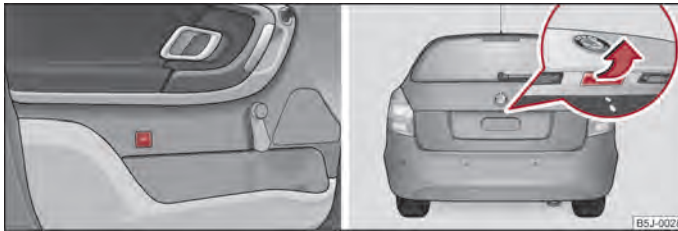

Abb. 15 Gepäckraumklappe entriegeln / Griff der Gepäckraumklappe
- Bei Fahrzeugen ohne Zentralverriegelung drücken Sie die Taste in der Fahrertür ⇒ Abb. 15 - links und öffnen Sie die Gepäckraumklappe in Pfeilrichtung ⇒ Abb. 15 - rechts.
- Bei Fahrzeugen mit Zentralverriegelung drücken Sie den Handgriff oberhalb des Kennzeichens und öffnen Sie die Gepäckraumklappe in Pfeilrichtung ⇒ Abb. 15 - rechts.